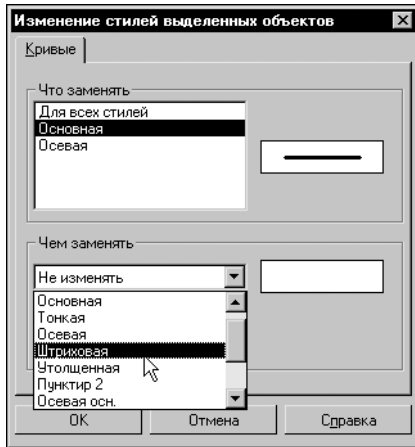

Рис. 51.38. Изменение стиля линий выделенного объекта
3.2. Выделите в списке стиль **Основная** (рис. 51.38).